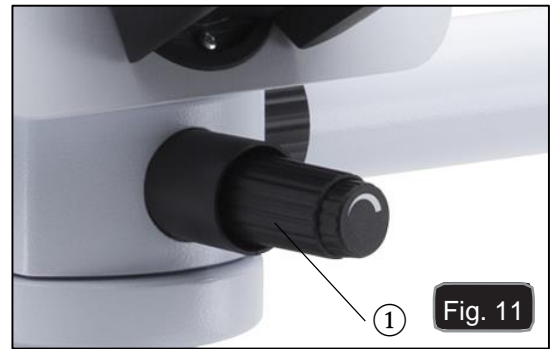

Fig. 10
11. Install the trinocular head over the splitter. (Fig. 10)
11. Installare la testa trinoculare sopra il deviatore ottico. (Fig. 10)